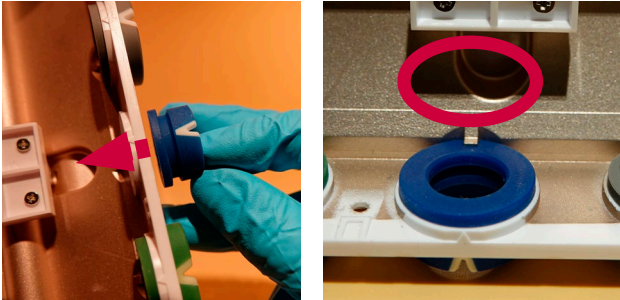

図26 新しいカラーリングの挿入
- b) 背面ケースの外側から新しいカラーリングを所定の位置に押し込みます(図26)